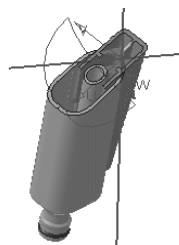
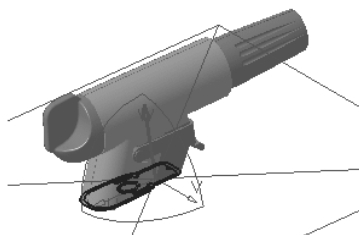

图 5-141
图 5-142
- **Volume Cut (体积切除)** 为激活状态时, 可获得截面分割: 被剖切组件在沿平面法线向量 (W 轴) 负方向的材料被切除, 露出产品内部的腔, 如图 5-141 所示; 双击平面法线向量将其反向, 如图 5-142 所示。